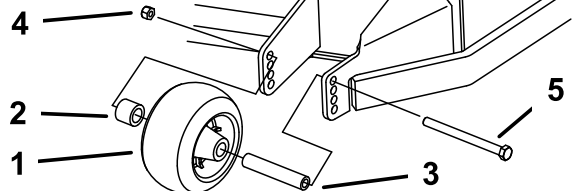
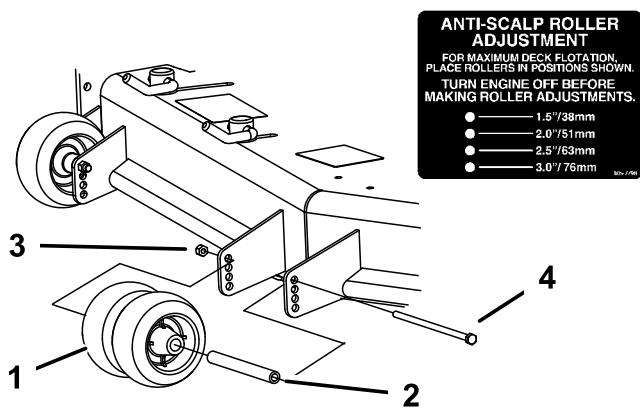
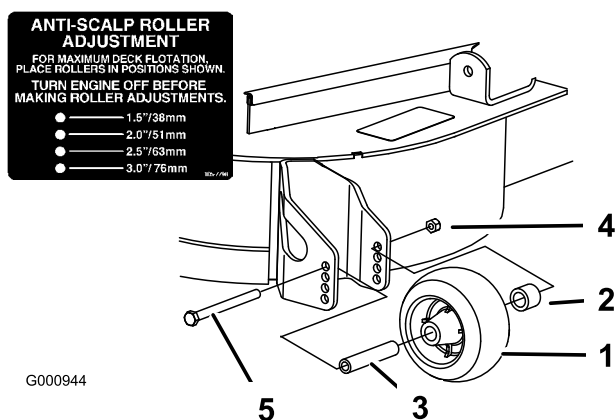

Figura 19
Figura 20
Figura 21
3. Después de ajustar la altura de corte, ajuste los rodillos retirando la tuerca con arandela prensada, el casquillo, el espaciador y el perno (Figura 19, Figura 20, y Figura 21).
Nota: Los dos rodillos centrales no tendrán espaciador (Figura 20).
5. Instale la tuerca con arandela prensada, el casquillo, el espaciador y el perno. Apriete a 54–61 Nm (40–45 pies-libra) (Figura 19, Figura 20 y Figura 21).